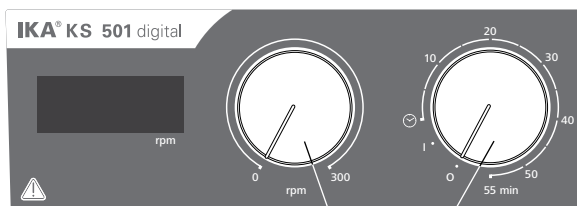

Fig. 3
- ☞ Du slår på apparatet ved å dreie bryteren „**på/av**“ og „**tidsur**“ (**B**, se **Fig. 3**) med klokken til posisjonen „**1**“.
- ☞ Du slår på apparatet ved å dreie bryteren „**på/av**“ og „**tidsur**“ (**B**, se **Fig. 3**) med klokken til posisjonen „☺“.
- ☞ Still inn motorturtallet med dreiebryteren „**turtall** (rpm)“ (**C**, se **Fig. 3**). Motorturtallet kan justeres fra 0 til 300 rpm.